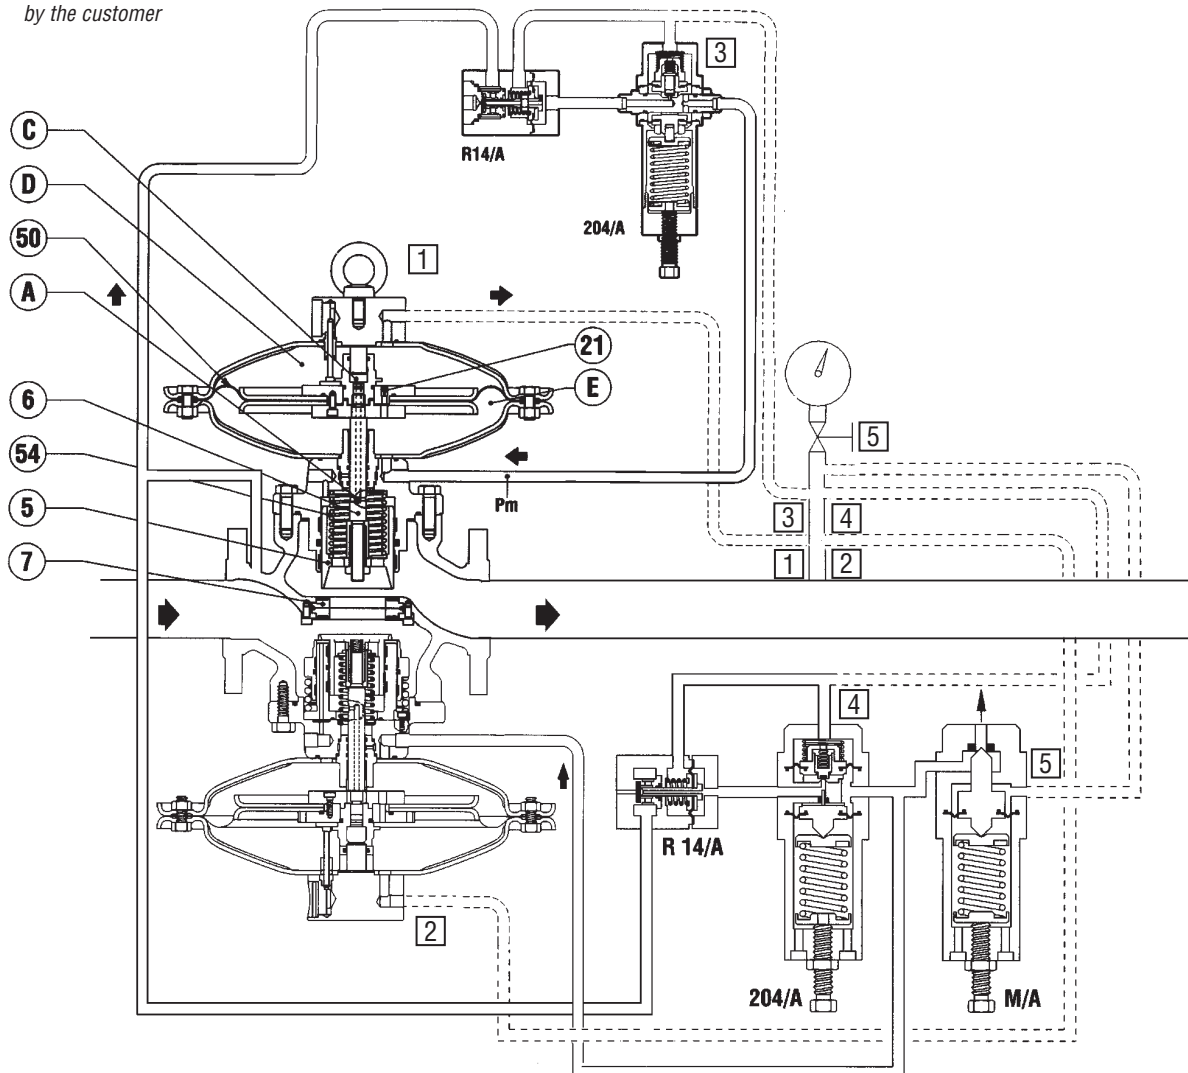

Fig. 7
1.3.2 REGOLATORE CON PILOTA 204/A+R14/A (FIG. 7)
In assenza di pressione l'otturatore 5 è mantenuto in posizione di chiusura dalla molla 54, e poggia sulla guarnizione armata 7 (fig. 7). La pressione di monte, anche se variabile, non modifica questa posizione, in quanto l'otturatore è completamente bilanciato e quindi soggetto a pressioni uguali anche se di sezione diversa. Anche lo stelo 6 si trova tra due pressioni uguali poiché la pressione di monte, attraverso il foro A, viene portata anche nella camera C.
1.3.2 REGULATOR WITH PILOT 204/A+R14/A (FIG. 7)
In the absence of pressure, the obturator 5 is maintained in the closed position by the spring 54, and rests on the reinforced gasket 7 (fig. 7). The upstream pressure, even if variable, does not change this position as the obturator is completely balanced and is therefore subject to equal pressures, even if the sections are different. The rod 6 is also between two equal pressures as the pressure upstream is also conveyed to the chamber C through the hole A.
Se per esempio, durante il funzionamento c'è una diminuzione di pressione di valle P_a (a causa dell'aumento della portata richiesta o della diminuzione della pressione di monte) si ha uno squilibrio nell'equipaggio mobile 15 del pilota, che si sposta provocando un aumento dell'apertura dell'otturatore 17. Aumenta di conseguenza anche il valore della pressione di motorizzazione P_m , che agendo nella camera E al di sotto della membrana 50 (fig. 7) determina uno spostamento verso l'alto dell'otturatore 5 e quindi l'aumento dell'apertura del regolatore fino a ripristinare il valore prestabilito della pressione regolata.
If, for example, the downstream pressure, P_a , drops during operation (because of an increase in the requested flow rate or a drop in the upstream pressure) an imbalance occurs in the mobile assembly 15 of the pilot, which is displaced and increases the opening of the obturator 17. As a result, the motorisation pressure value, P_m , increases and, by acting in the chamber E under the diaphragm 50 (fig. 7), causes the obturator 5 to move upwards and therefore an increase in the opening of the regulator until the set-point of the regulated pressure is restored.